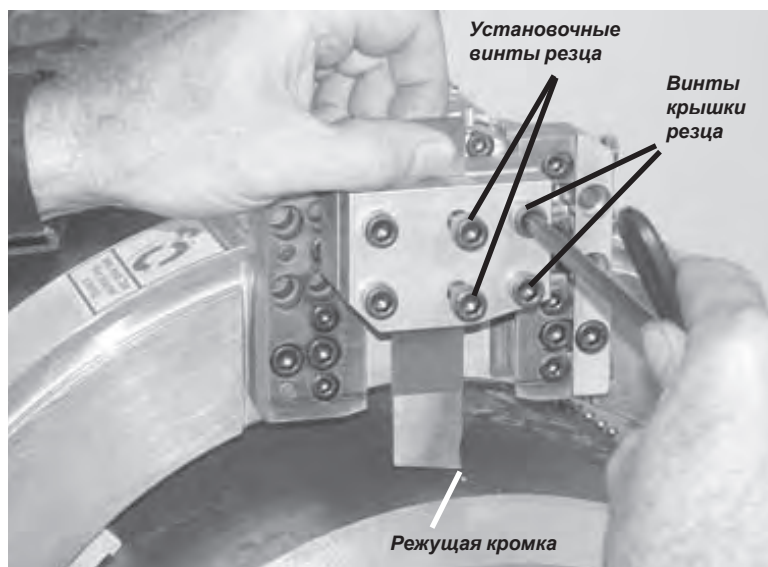

Рис. 5-29. Установка отрезного резца режущей кромкой в указанном направлении резания.
1. Для установки отрезных резцов следует отвернуть 2 шт. установочных винтов и 4 шт. винтов крышки резца. Вставьте резец согласно Рис. 5-29.